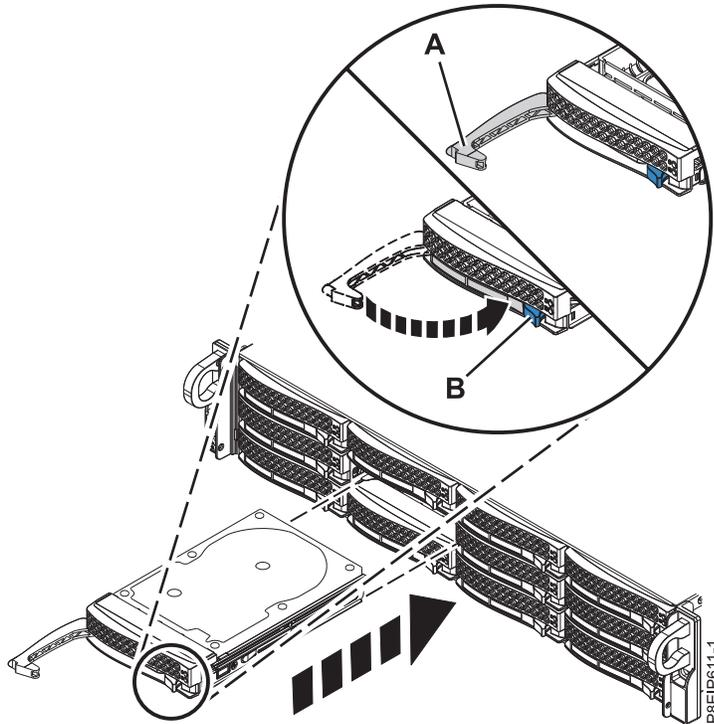

Figure 77. Détails relatifs à la fixation d'une unité de disque
3. Verrouillez la poignée de la baie d'unité (A) en poussant le loquet de la poignée jusqu'à ce qu'il soit verrouillé en position (B) comme indiqué dans la figure 77, à la page 114.